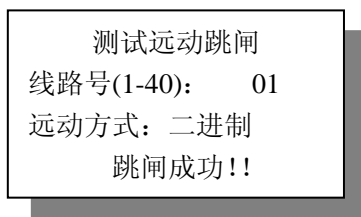

图 5.28
c) “测试远动跳闸”：可以对设备所有线路的跳闸和远动进行测试。如图 5.28 所示：